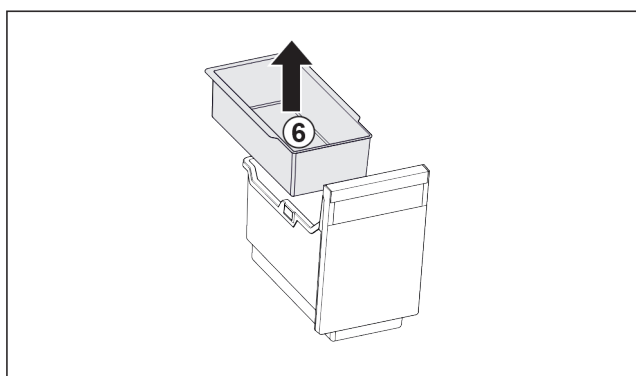

Fig. 100
- Wyjąć półkę zawieszoną Fig. 100 (6).